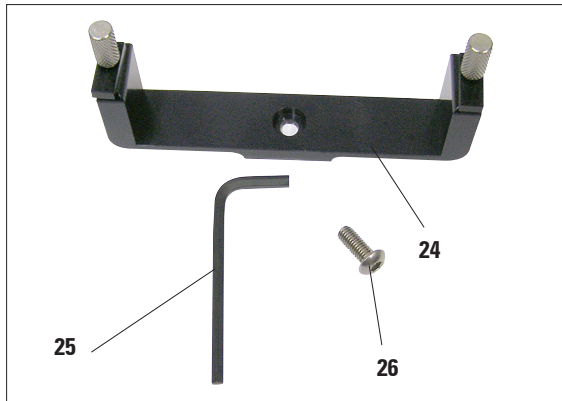

Abb. 9
- Zuerst muss die Aufnahme (24, Abb. 9) für die Deluxe Probenwanne in der schwarzen Vibratomwanne mit der passenden Inbus-Schraube (26) auf dem runden Objekttisch (27) befestigt werden.